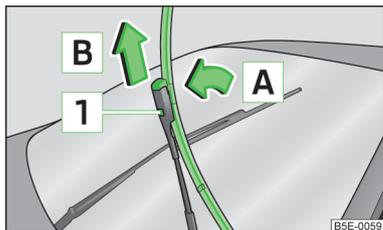

Abb. 39
- Den Scheibenwischerarm von der Scheibe anheben » **Abb. 39**.